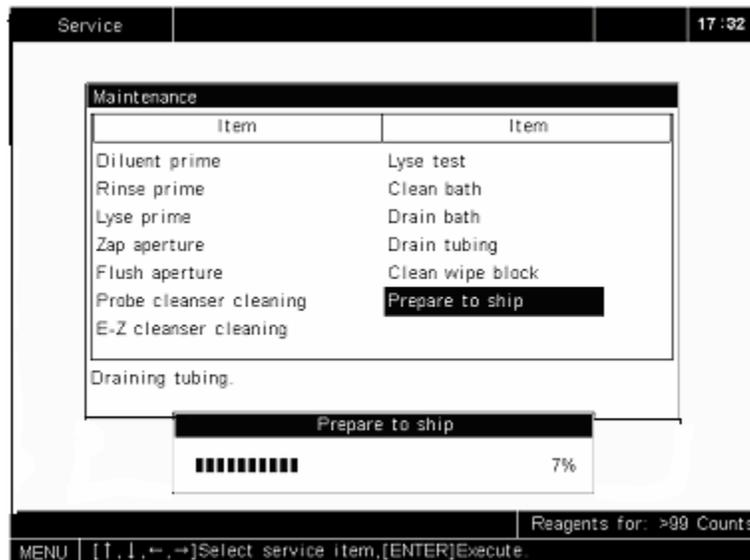

Рисунок 10-31 Высушивание жидкостьпроводящих путей
3. Нажмите **“No”**, если Вы хотите отменить эту операцию; нажмите **“Yes”**, чтобы продолжить процедуру транспортировки. Анализатор начнёт осушать жидкостьпроводящие и процесс будет отображаться на дисплее, как показано на **рис. 10-31**.